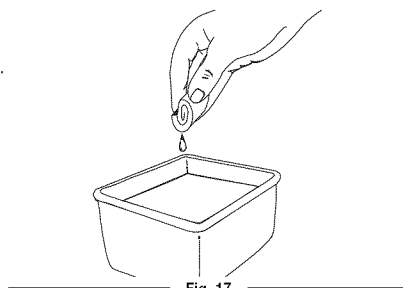

Fig. 17
3. Lave el filtro con detergente y agua (Fig. 17). Enjuague bien el filtro y déjelo secar.